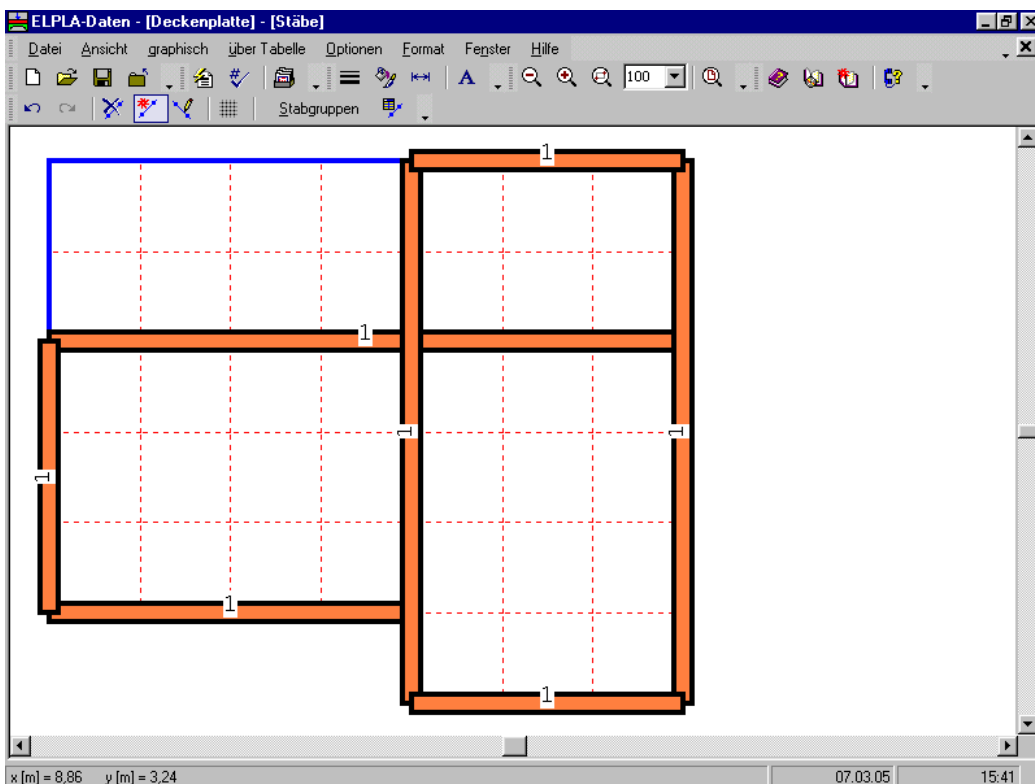

Bild 2-20 Menü "Stäbe" mit 4 horizontal und 3 vertikal verlaufenden Stäben der Gruppe Nr. 1
Wiederholen Sie die vorherigen Schritte, um die übrigen Träger im Netz einzufügen. Nach der Definition aller Träger sollte der Bildschirm wie das folgende Bild 2-20 aussehen.
- Wählen Sie den Befehl "Stäbe speichern" aus dem "Datei"-Menü im Bild 2-20, um die Daten der Stäbe zu speichern